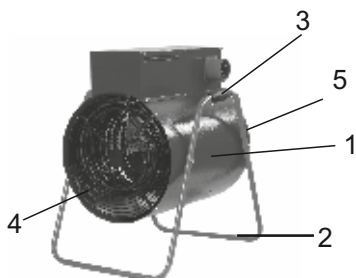

рис. 1 Тепловентилятор
5.1 Схема тепловентилятора представлена на рис.1.